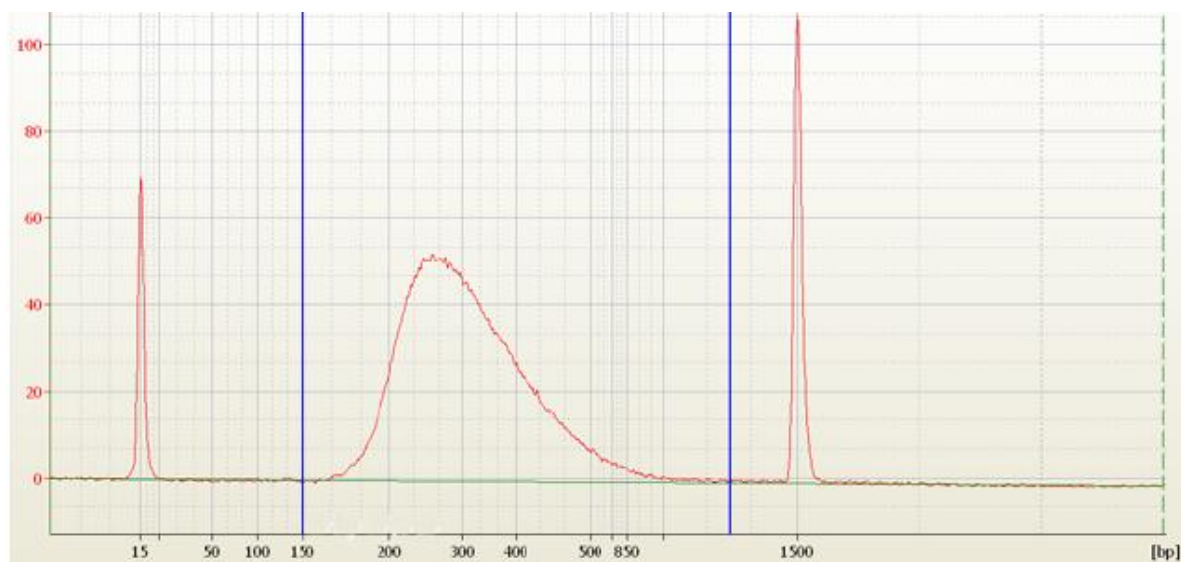

図 8 増幅されたアダプタ付き cDNA ライブラリの DNA1000 アッセイの泳動図。
9. 結果をチェックします。図 8 の泳動図のような分布が得られ、およそ 200-600 bp の位置にあるピークを積分して、ライブラリの濃度 (ng/µL) を測定します。得られた濃度がバイオアナライザ DNA 1000 キットの直線範囲内にあることを確認して下さい。濃すぎる場合は正確な定量値が得られないため、希釈をして再度測定して下さい。